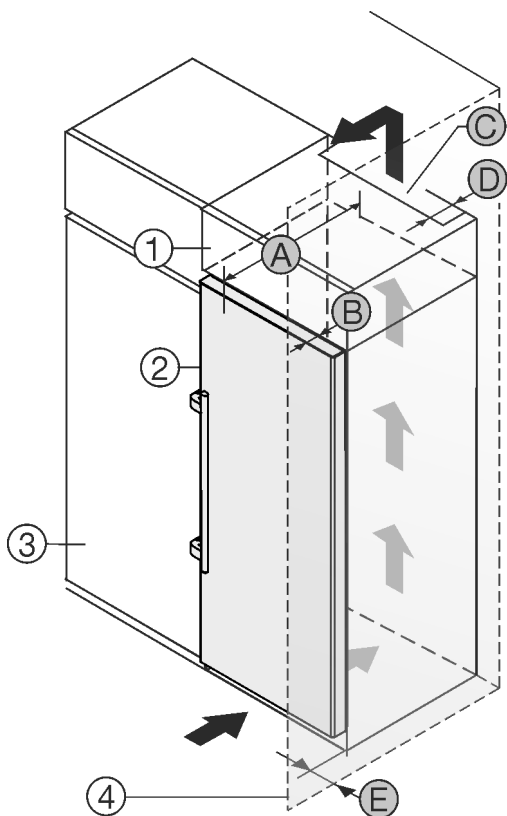

Fig. 1
U kunt het apparaat direct naast de keukenkast Fig. 1 (3) opstellen.
Aan de achterzijde van de opzetkast moet een luchtafvoerkanaal met de diepte Fig. 1 (D) over de volledige breedte van de opzetkast aanwezig zijn.
Onder het plafond moet de ventilatie doorsnede Fig. 1 (C) worden aangehouden.
Als u het apparaat met de scharnieren naast een wand Fig. 1 (4) plaatst, moet de afstand tussen het apparaat en de wand minimaal 57 mm bedragen. Dit komt overeen met de uitsteekmaat van de handgreep bij geopende deur.
Om de deuren volledig te kunnen openen, moet het apparaat overeenkomstig de deurdiepte Fig. 1 (B) ten opzichte van het keukenkastfront uitsteken. Afhankelijk van de diepte van de keukenkasten Fig. 1 (3) en het gebruik van de wandafstandshouders kan het apparaat verder uitsteken.